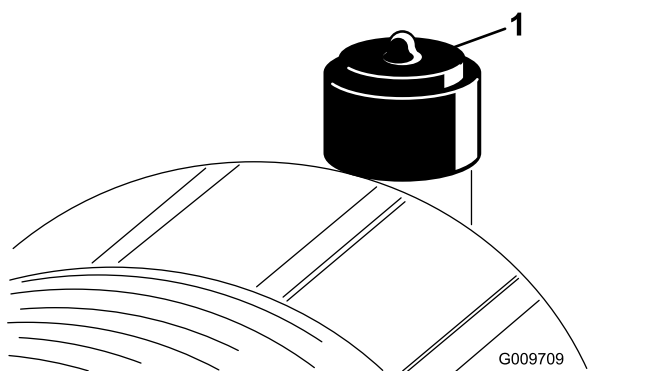

Figure 51
Faites l'entretien du filtre à air uniquement quand l'indicateur de colmatage (Figure 51) indique que cela est nécessaire. Ne remplacez pas le filtre à air plus fréquemment que nécessaire; cela ne fait qu'accroître le risque de contamination du moteur par des impuretés quand le filtre est déposé.
2. Réarmez l'indicateur de colmatage (Figure 51) s'il est rouge.